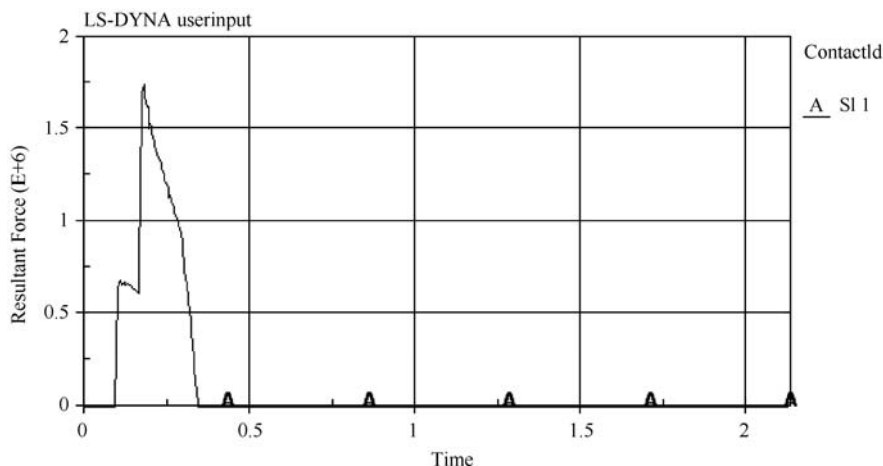

图 9-11 沙漏能与接触力曲线
(1) 待 k 文件完成计算后，在后处理软件中观察仿真动画。
(2) 观察模型中的沙漏能与接触力曲线（见图 9-11）。